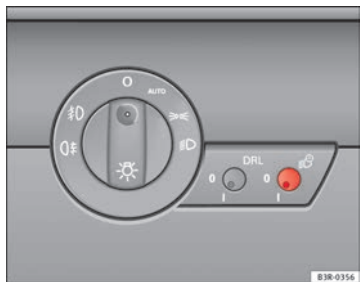

Abb. 86 Ausschnitt aus der Instrumententafel: Coming-/Leaving-Home-Schalter
- Drücken Sie kurz auf den Knopf ⇒ Abb. 86, um ihn aus seiner Position auszurasen.